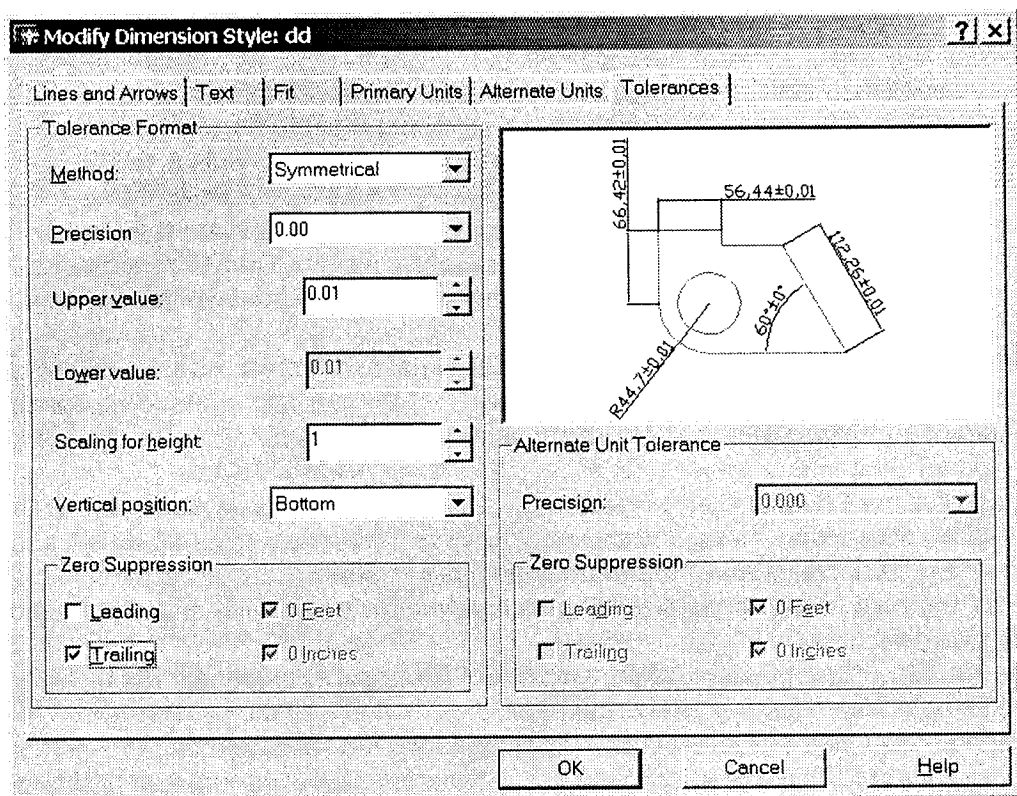

Рис. 8.9
**Вкладка Tolerance** (Допуски) (див. рис. 8.9) керує відображенням та форматом допусків у розмірному тексті. У списку **Method** можна вибрати один з п'яти варіантів подання допуску: